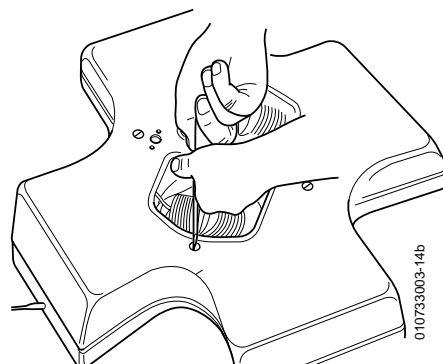

FIG. 2
- 9) Jedes Lichtbündel auf dem Kennzeichen feinstellen durch Betätigung der Achsen **(35)** und der Schraube **(39)**. (zwei 10-mm-Schlüssel und ein 2,5-mm-Inbusschlüssel) (Abb. 2).
- 2) Dévisser les 4 vis situées sur la partie supérieure du grand capot ainsi que les 4 vis imperdables situées sur sa périphérie et retirer celui-ci (FIG. 2).